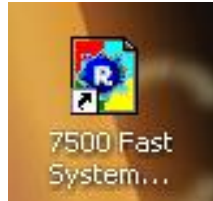

Figura 3.- Reconocimiento del acceso directo al programa
- Abrir el programa **7500 Fast SDS software**, haciendo doble clic sobre el acceso directo que se encuentra en el escritorio de la computadora (Figura 3).